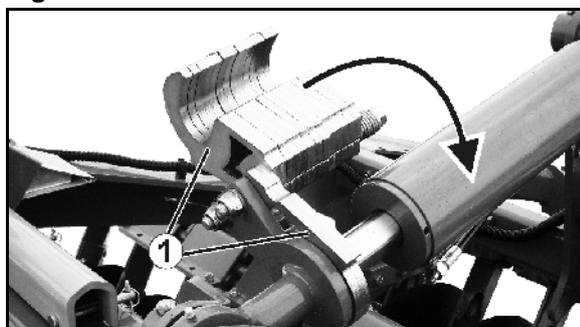

Fig. 71
8. Ajustar la profundidad de trabajo replegando los elementos distanciadores (Fig. 71).